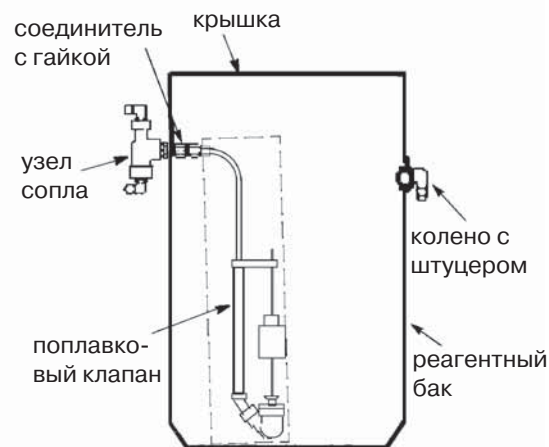

Рис. 3
7. Закрепите резиновое кольцо в отверстии диаметром 20 мм в боковой стенке бака для приготовления раствора. Вставьте колено с штуцером для дренажного шланга в резиновое кольцо. 8. Руководствуясь **рис. 3**, соедините узел сопла с поплавковым клапаном реактного бака, используя соединитель с гайкой. 9. Убедитесь в том, что все остальные гайки затянуты и поплавковый клапан расположен вертикально.